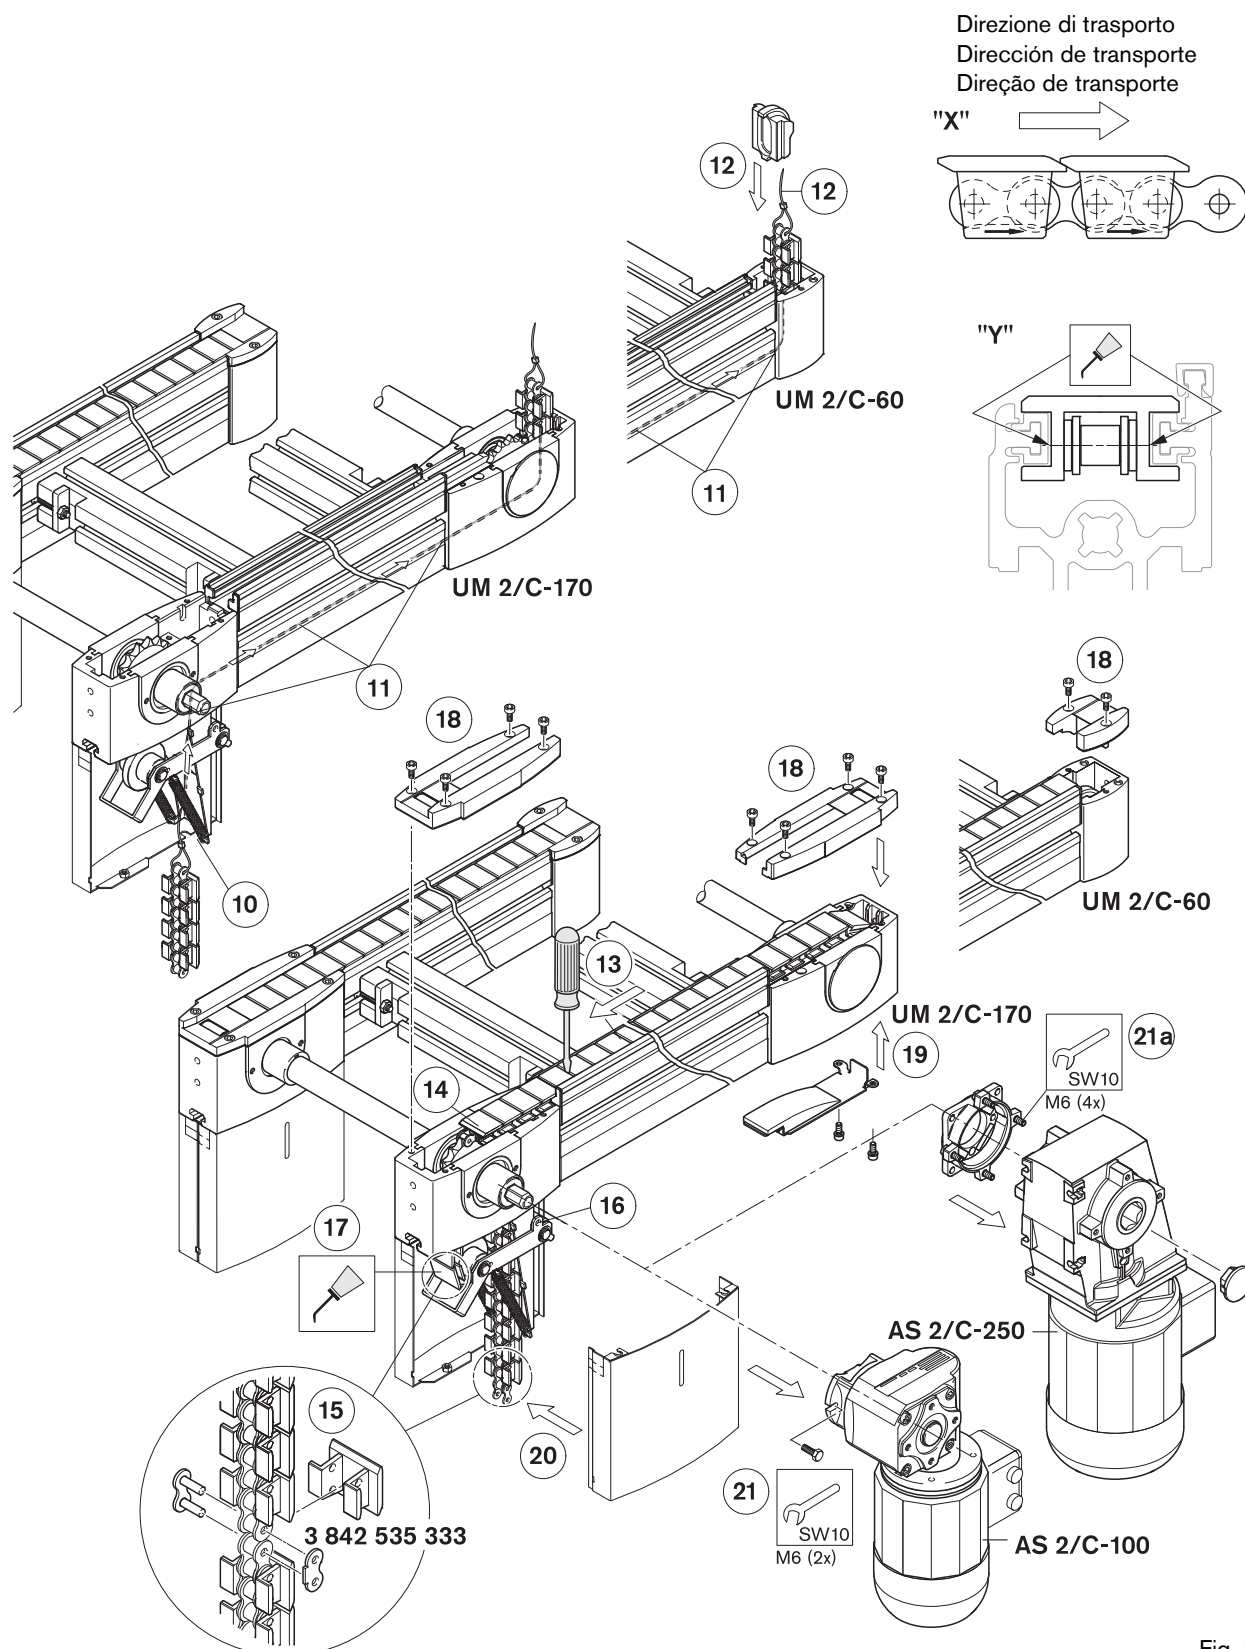

Fig. 7
Fare attenzione alla direzione di marcia della catena! ("X", Fig. 7)
Prima di infilare la catena, lubrificare le superfici di scorrimento laterali della catena a tapparelle, per ridurre l'attrito radente. ("Y", Fig. 7)
¡Tenga en cuenta la dirección de movimiento de la cadena! ("X", Fig. 7)
Antes de tender la cadena, lubricar las superficies deslizantes laterales de la cadena de placas planas para reducir el rozamiento por deslizamiento. ("Y", Fig. 7)
Observar direção da marcha da corrente! ("X", Fig. 7)
Antes de introduzir a corrente, lubrificar a superfícies de rolamento laterais da corrente de placas chatas para reduzir o atrito do deslizamento. ("Y", Fig. 7)
■ Lubrificanti ("Y", Fig. 7):
■ Lubricantes ("Y", Fig. 7):
■ Lubrificantes ("Y", Fig. 7):